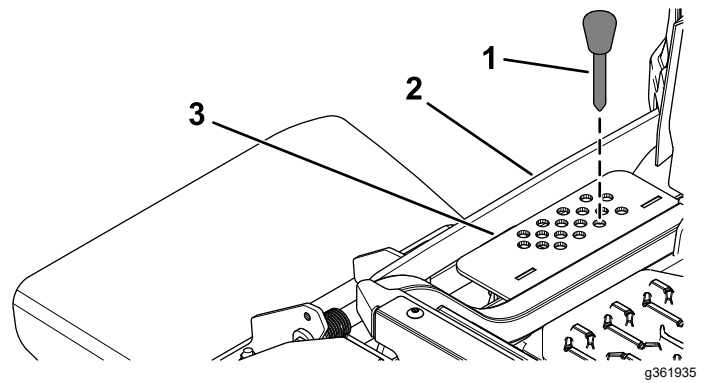

Figura 24
2. Selecione um orifício, no suporte da altura de corte, que corresponda à altura de corte desejada e insira o pino (Figura 24).
3. Empurre para baixo o interruptor de elevação da plataforma até que a ligação da altura de corte contacte ligeiramente com o pinos da altura de corte (Figura 24).